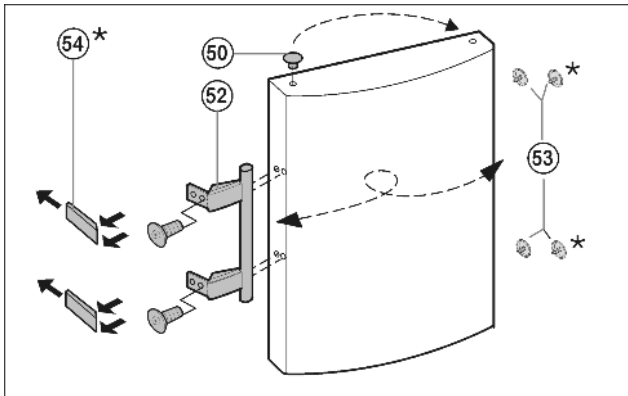

Fig. 14
- ▶ Stopfen Fig. 14 (50) aus der Türlagerbuchse herausheben und umsetzen.
- ▶ Türgriff Fig. 14 (52), Stopfen Fig. 14 (53) und Druckplatten* Fig. 14 (54) abmontieren und auf die Gegenseite umsetzen.